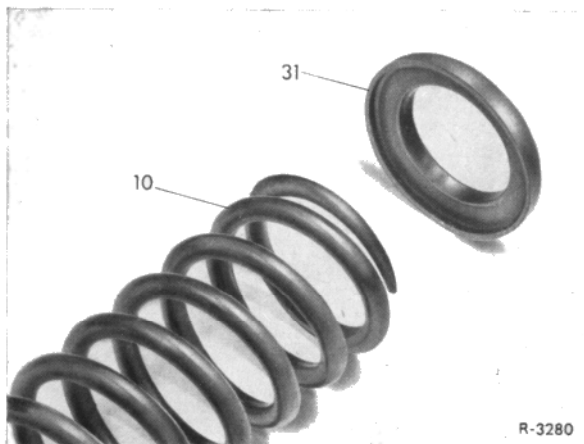

Bild 5
6 Vorderfeder mit der abgeschliffenen Seite nach oben und aufgelegtem Gummlager (31) einsetzen (Bild 5).